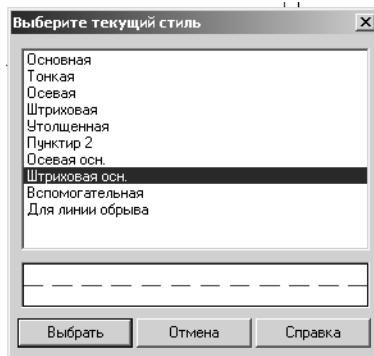

Рис. 1.1.8
11. В окне диалога текущего стиля выбрать тип линии **Тонкая** и нажать на кнопку Выбрать ЛКМ (рис. 1.1.8).